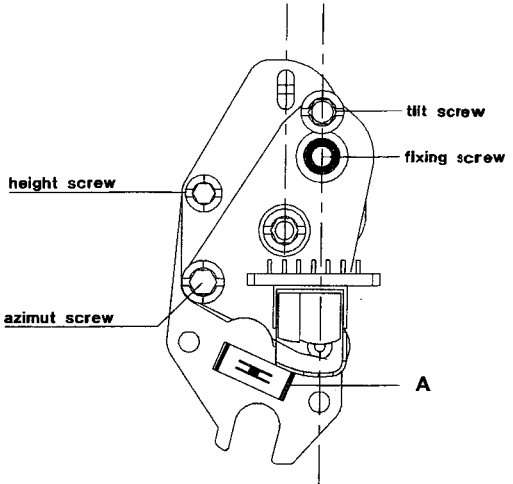

Abb. 5
Die Befestigungsfeder (A) (Fig. 5) und die beiden Stecker abziehen. Die Montageschraube B lösen und den Kombikopf austauschen. Beim Einbau die neue beige packte Befestigungsfeder verwenden.